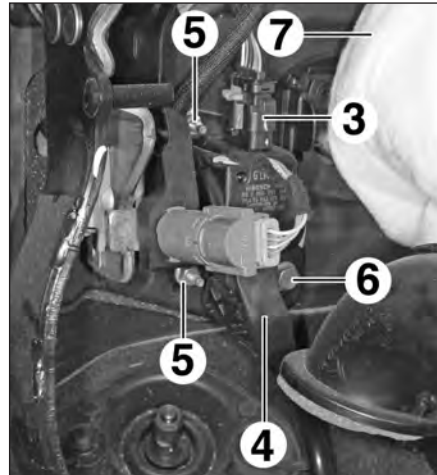
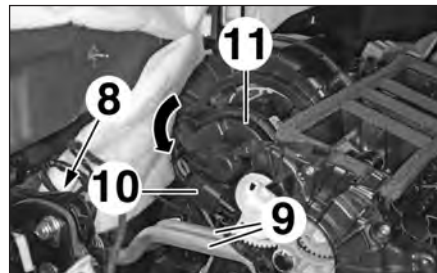

FIG.42
FIG.43
- Débrancher le connecteur (3) du capteur de position de la pédale d'accélérateur (4) (Fig.42).
- les écrous (5) et la vis (6),
- la pédale d'accélérateur (4),
- la gaine de protection du motoventilateur habitacle (7).
- Dégrafer la bride (8) des canalisations (9) sur le tablier (Fig.43).
- Débrancher les canalisations (9) du radiateur de chauffage.